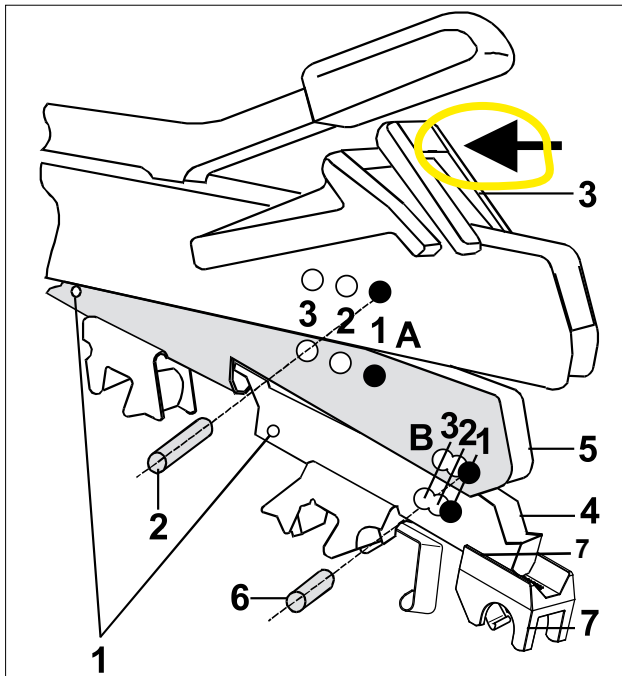
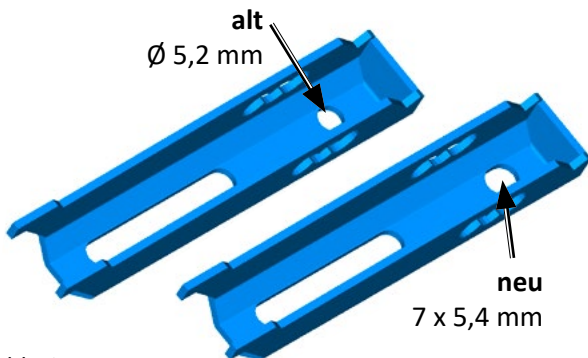
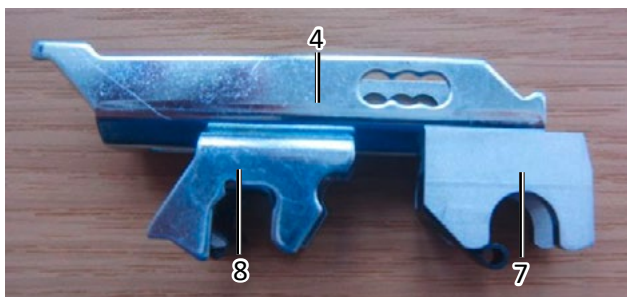
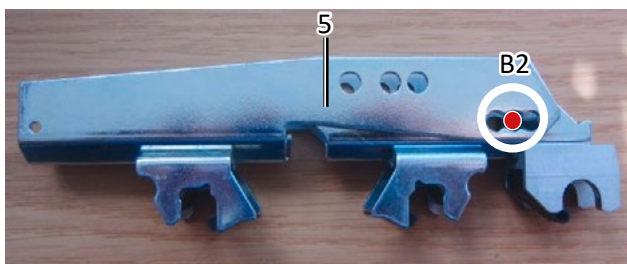

Abb. 1 - Grundeinstellung mit EliTop Classic
Abb. 2
Abb. 4
Abb. 5
- Drücken Sie den Putzwälzenhalter (3) mit dem Daumen nach hinten.
- Stoßen Sie den Stift (2) aus Position A1 heraus und schieben Sie den hinteren Verteiler (5) nach unten heraus.
- Stoßen Sie den Stift (6) aus Position B1 heraus und schieben Sie den vorderen Verteiler (4) nach unten heraus.
- Ersetzen Sie den alten Verteiler durch den neuen 10844310 mit Langloch (Abb. 2) und befestigen Sie den vorhandenen Lagersattel für die Käfigwalze (8, Abb. 4) mit der vorhandenen Schraube. Dann befestigen Sie die EliTe® P3-1 Aufnahme (10954642) (7, Abb. 1+4). mit der vorhandenen Schraube.
- Schieben Sie den vorderen Verteiler (4, Abb. 4) in den hinteren Verteiler (5, Abb. 5).
- Führen Sie den Haltestift in die Bohrung Position **B2** ein (Abb. 5).